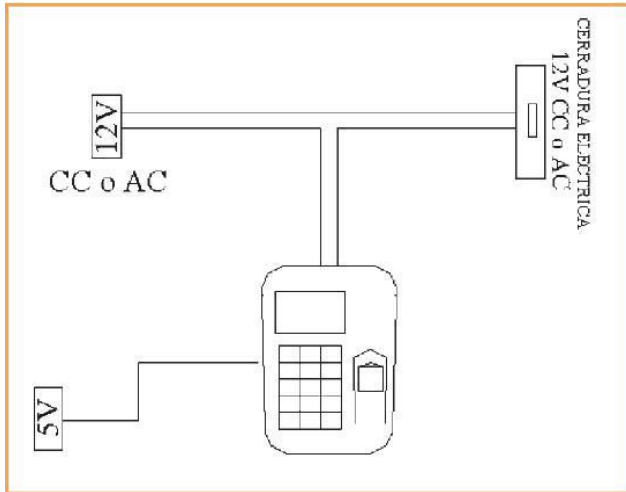

FIGURA 6
- INSTALACIÓN AUTONOMA DE μ AFIS (FIGURA 6)